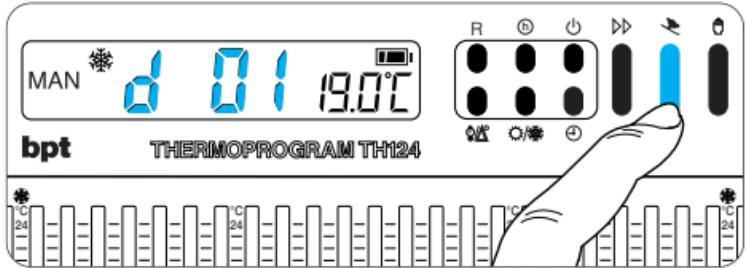

Fig. 31
9.5 - Premere due volte il pulsante (fig. 31). Sul display, al posto dell'indicazione dell'ora corrente, compare la scritta d01.